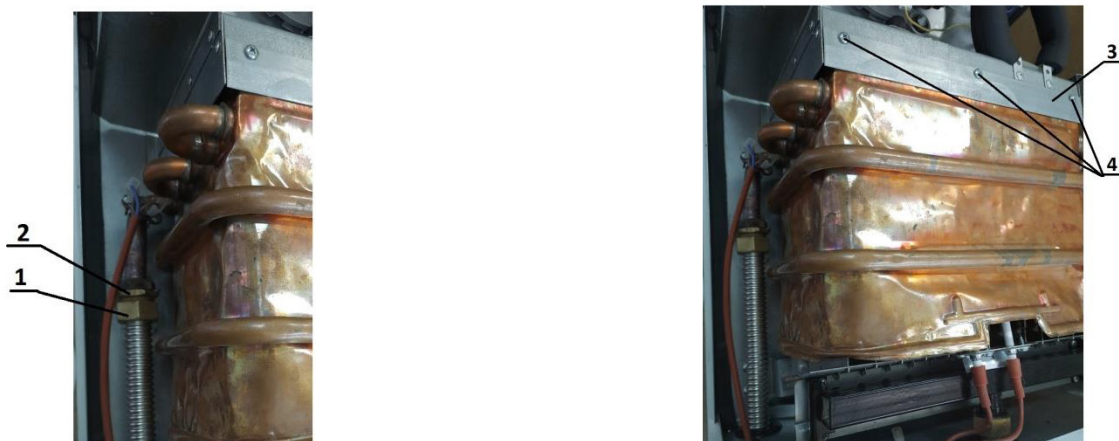

Рис. 19. Демонтаж труб и теплообменника
- 5) ключом на 30 отвернуть две гайки 1 (см. Рис. 19) крепления труб к теплообменнику;
- 6) ключом на 30 отвернуть две гайки 2 (см. Рис. 19) крепления штуцеров теплообменника к кронштейнам задней стенки;